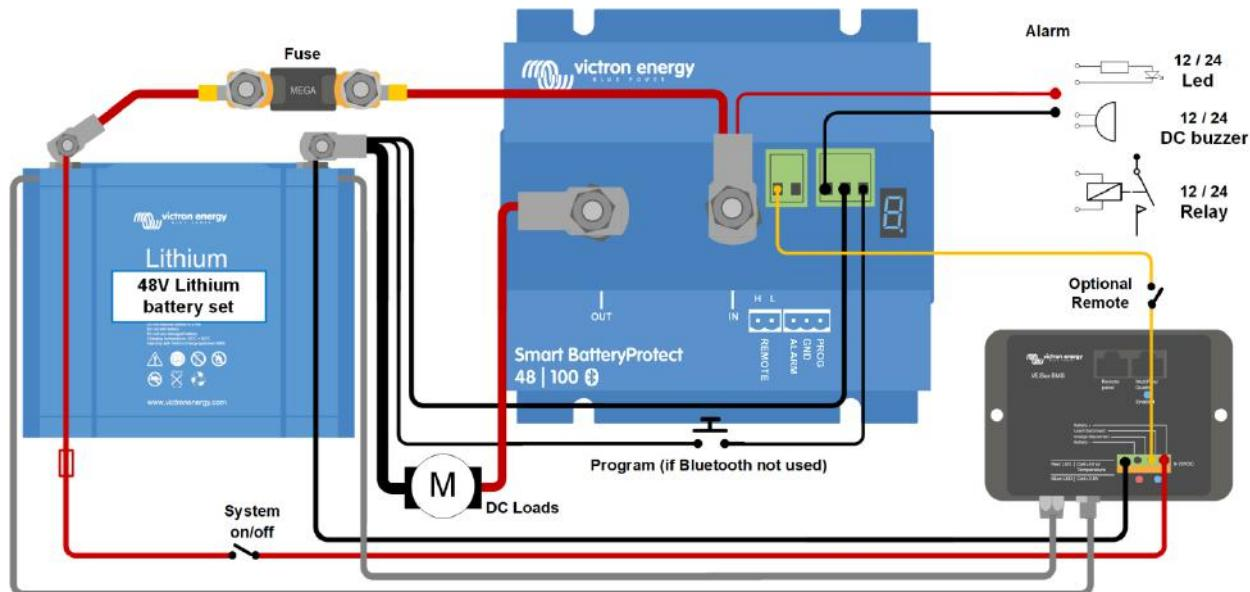

Figuur 1: Verbindingsschema van de SBP 48|100
8. Een externe aan-/uitschakelaar kan worden aangesloten tussen Externe H en Externe L (zie figuur 1). Als alternatief kan klem H hoog worden omgeschakeld (naar batterij positief), of klem L kan laag worden omgeschakeld (naar batterij negatief).